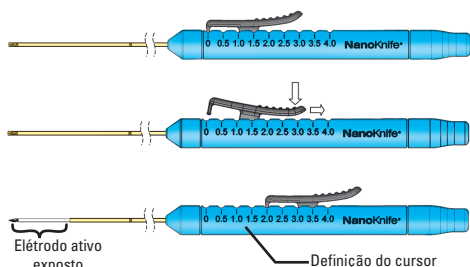

Figura 6: Ajuste da exposição do eletrodo
13. Verifique o comprimento do eletrodo exposto indicado pelo cursor no manipulador (consulte a Figura 6).